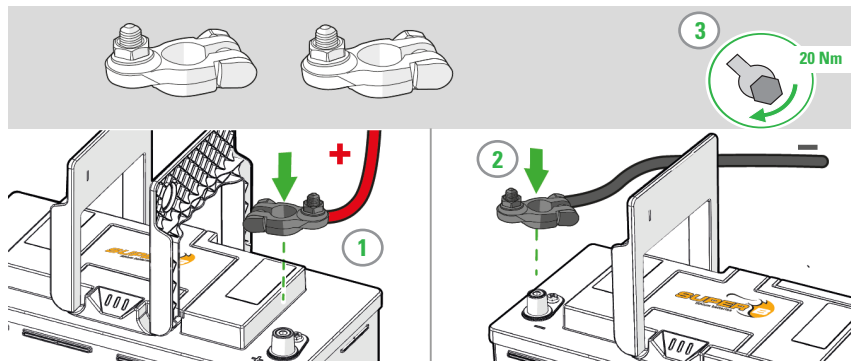

Figure 7. Raccordement de câbles de puissance avec des cosSES de type automobile
1. Raccordez les consommateurs ou le chargeur à la borne X2 (+) de la batterie Li-ion. (Figure 7)
2. Raccordez les consommateurs ou le chargeur à la borne X1 (+) de la batterie Li-ion. (Figure 7)